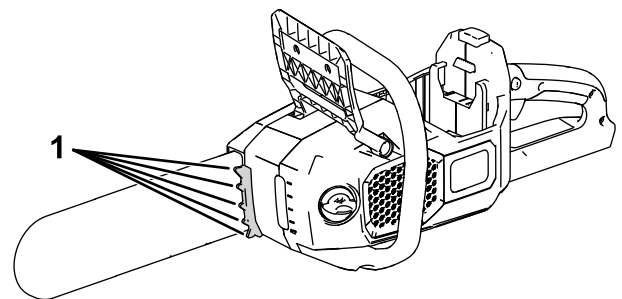

Figura 12
**Nota:** È possibile utilizzare gli artigli (Figura 12) per applicare una leggera pressione.